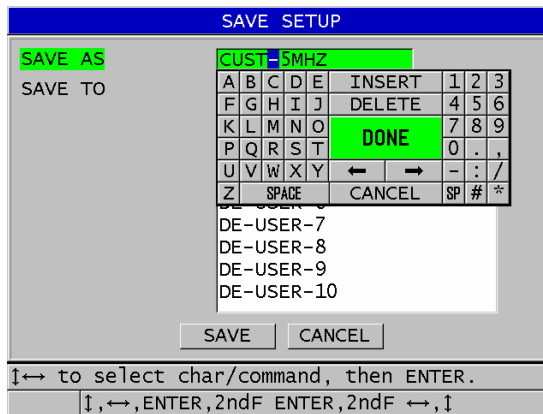

図 12-6 設定の保存
- b) セットアップ保存画面で、希望するカスタムセットアップファイル名を入力します (238 ページの図 12-6 参照)。